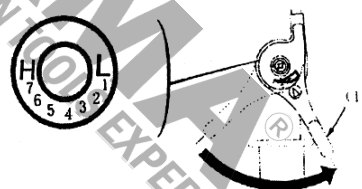

Fig. 23
- 2) Spostare la leva dell'acceleratore completamente a destra. (Fig. 23)